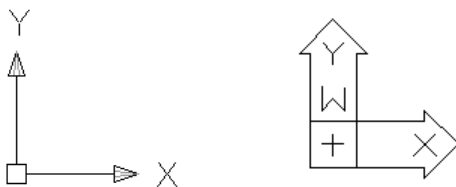
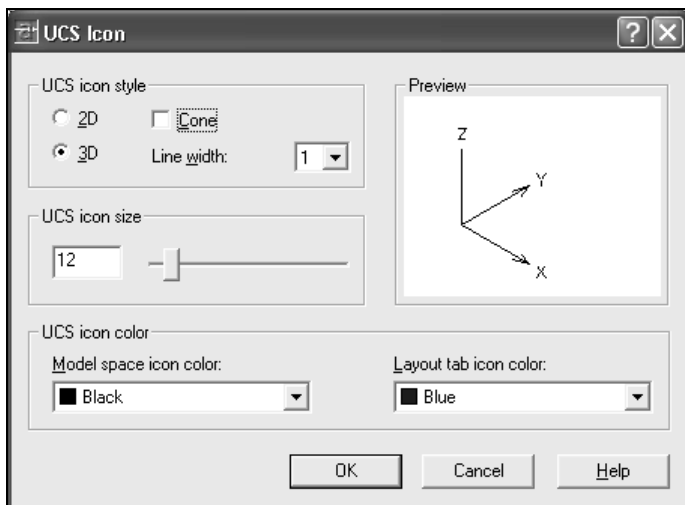

Рис. 1.11. Знак UCS в AutoCAD 2002, 2004 (слева) и в более ранних версиях системы (справа)
Рис. 1.12. Выбор стиля знака ПСК в диалоговом окне **UCS Icon**
Средства AutoCAD выполняют построения двумерных примитивов (окружность, дуга, эллипс, многоугольник и др.) в плоскости построений XY на текущем уровне или в плоскости, параллельной плоскости XY, с заданным значением Z. Положение плоскости построений, в которой строятся объекты, определяется действующей системой координат. Положительное направление осей координат на первых трех экранах соответствует направлению осей X, Y, Z. Для отображения направления осей и положения начала координат служит специальный знак (*пиктограмма*) ПСК (UCS), расположенный по умолчанию в левом нижнем углу экрана (рис. 1.11). В исходном положении плоскость XY совмещена с горизонтальной плоскостью проекций в *мировой системе координат* (МСК) и совпадает с плоскостью графического экрана. Третья ось (ось Z) МСК расположена перпендикулярно экрану и направлена от экрана к пользователю.
2. В открывшемся ДО **UCS Icon** (Знак ПСК) (рис. 1.12) в области **UCS icon style** (Стиль знака ПСК) выбирают с помощью переключателя стиль изображения **2D** (2М), в котором значок осей имеет в качестве признака МСК букву **W** (М) (см. рис. 1.11).
В случае выбора стиля **3D** (3М) при установленном флажке **Cone** (Конус) в диалоговом окне **UCS Icon** (Знак ПСК) на концах осей рисуется замкнутая стрелка (конус), при снятом флажке — незамкнутая (рис. 1.12).